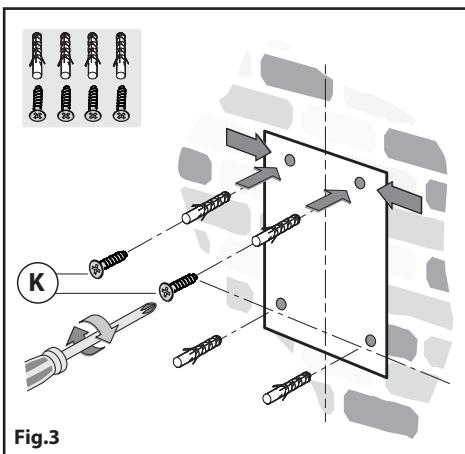

Fig.3
- Segnare ed eseguire i fori di fissaggio (**Fig.3**).
- Fissare le **2** viti superiori **K** senza avvitare completamente e tasselli ad espansione (**Fig.3**).